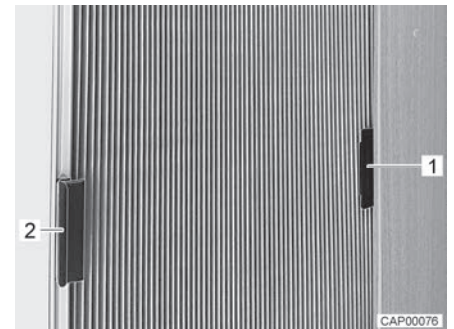

Bild 12 Faltverdunklung für Seitenscheibe (geschlossen)
- Faltverdunklung jeweils am Griff (Bild 12,1) in den Aufsatz (Bild 12,2) schieben. Die Faltverdunklung ist damit gegen versehentliches Schließen gesichert.